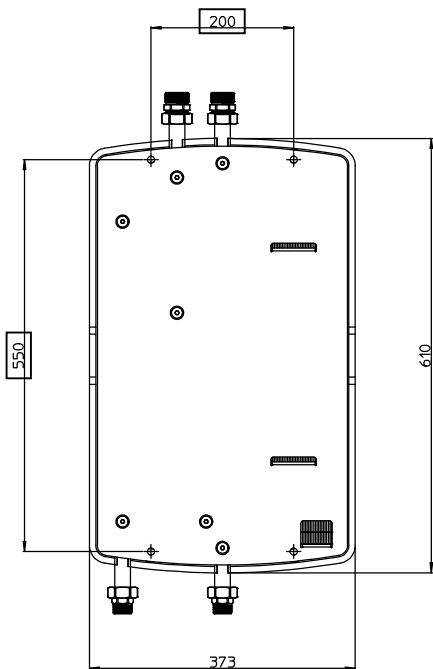

Abb. 2: Rückseitige Stahlplatte zur Befestigung an der Wand
- ✓ Bestimmen und identifizieren der Stelle für die 4 Loecher auf der Wand, laut Schema bei Abb.2;